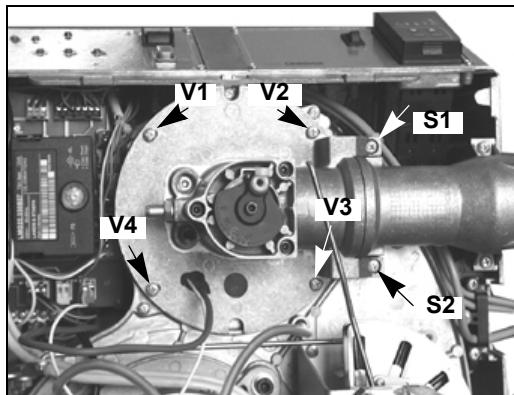

Рис. 42
- Снятие, контроль и очистка головки сгорания (см. Рис. 42 и последующие рисунки)
- 1 Снять винты V1, V2, V3, V4 и пару винтов S1 и S2 (Рис. 42).